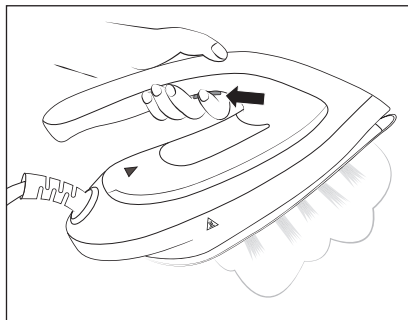

Fig. 5
- 1) Deje que la plancha de vapor ❶ se caliente hasta que el botón **MAX** ☞ ❶ o **ECO** ☞ ❷ se ilumine de forma permanente.
- 2) Retire la plancha de vapor ❶ de la base de apoyo ❶ y pulse el botón de chorro de vapor ☞ ❷ durante el planchado (consulte la fig. 5). El vapor saldrá por los orificios de salida de la suela de la plancha ❷.